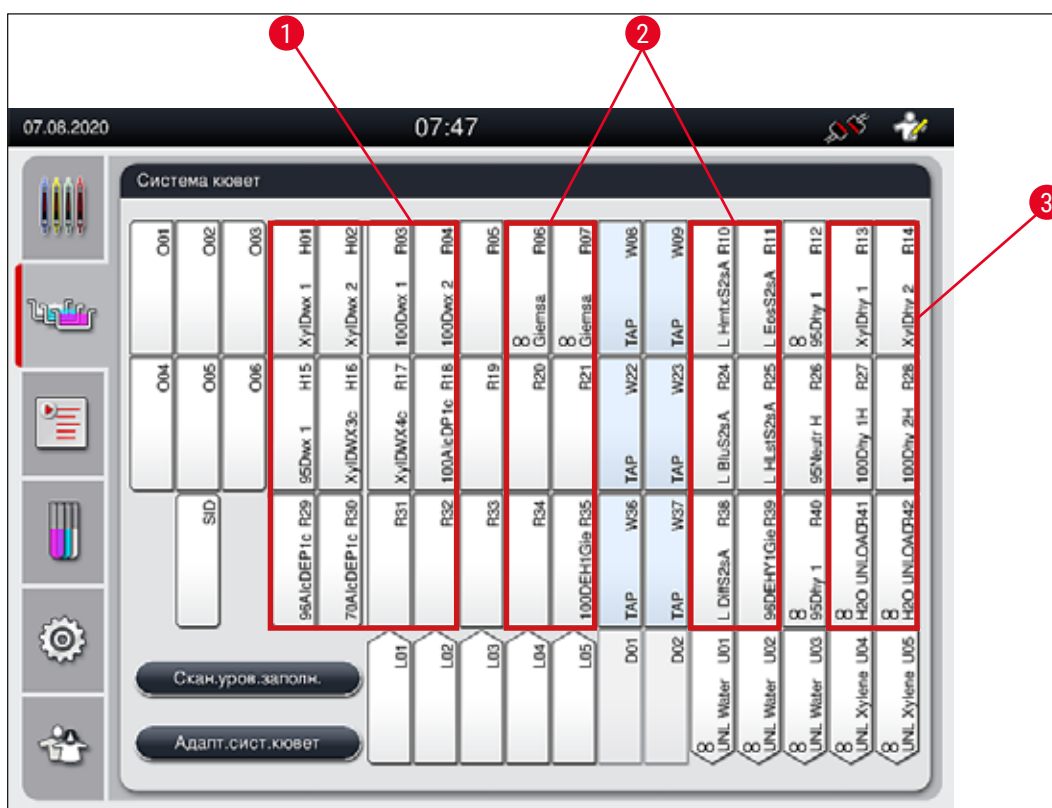

Рис. 40
- Красящие реактивы, за которыми должен следовать этап промывочной воды, располагаются по соседству с кюветами промывочной воды (→ "Рис. 40").